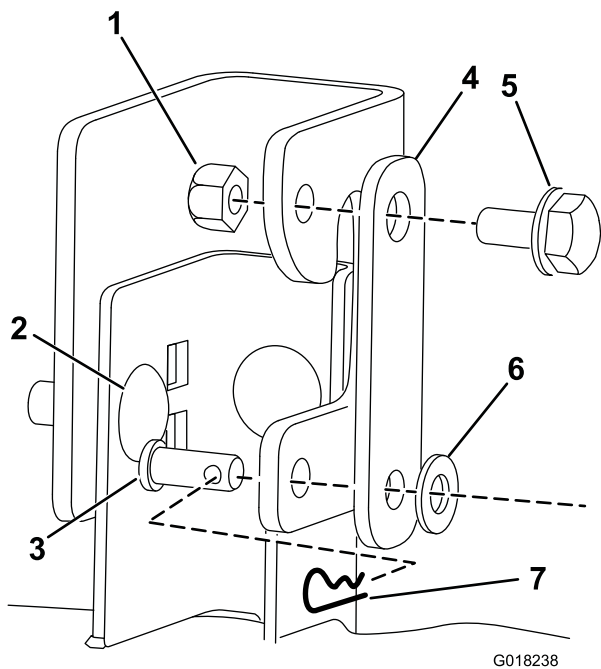
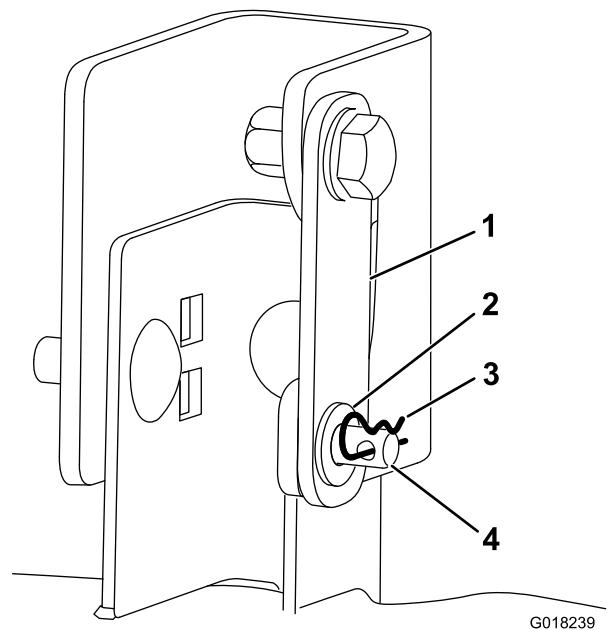

Bild 5
Bild 6
6. Befestigen Sie eine Mähwerkstützhalterung mit einer Ansatzschraube und einer Sicherungsmutter an jedem Hängeprofil (Bild 5).
Hinweis: Stecken Sie die Ansatzschraube durch das obere Loch in jedem Hängeprofil (Bild 5).
7. Befestigen Sie nach dem Befestigen des Hängeprofils an der hinteren Hubstange das offene Ende jeder Mähwerkstützhalterung mit einem Lastösenbolzen, einer flachen Scheibe und einem Splint (Bild 5 und Bild 6).